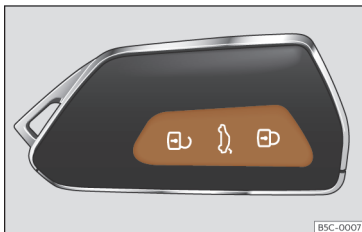

Fig. 84 Chave por comando à distância: teclas.
- Trancar: pressione o botão >>> **Fig. 84**.